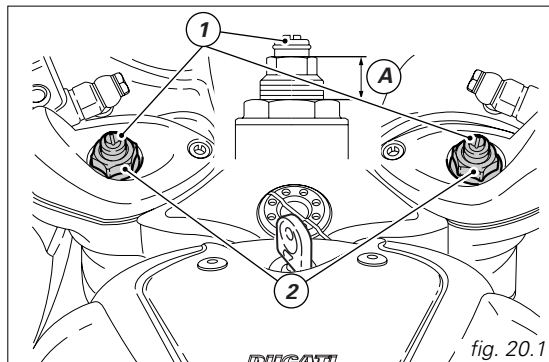

fig. 20.1
- 1) (fig. 20.1) per modificare il freno idraulico in estensione;
- 2) (fig. 20.1) per modificare il precarico delle molle interne;
L'altezza A (fig. 20.1) legata al precarico può variare tra 25 e 10 mm.